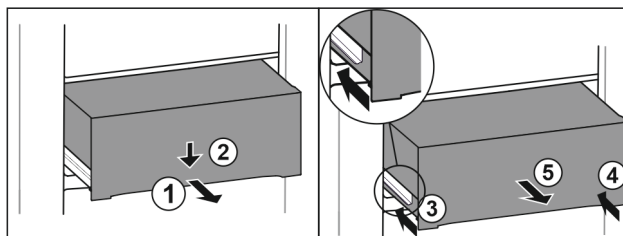

Fig. 135
- Zásuvku napůl vytáhněte. Fig. 135 (1)
- Stlačte zásuvku na přední straně dolů. Fig. 135 (2)
- Zasuňte levou kolejničku přibližně do 2 cm. Fig. 135 (3)
- Zasuňte pravou kolejničku přibližně do 2 cm. Fig. 135 (4)
- Vyjměte zásuvku dopředu. Fig. 135 (5)